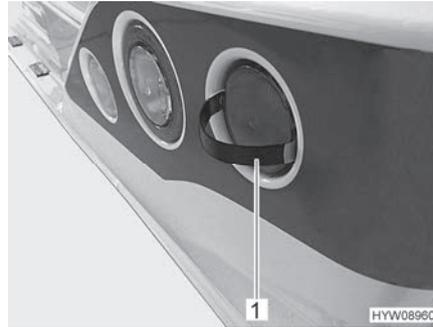

Fig. 134 Retirar la cubierta
- Insertar las lengüetas de engatillado de la herramienta entregada (Fig. 134,1) en la cubierta del modo mostrado.